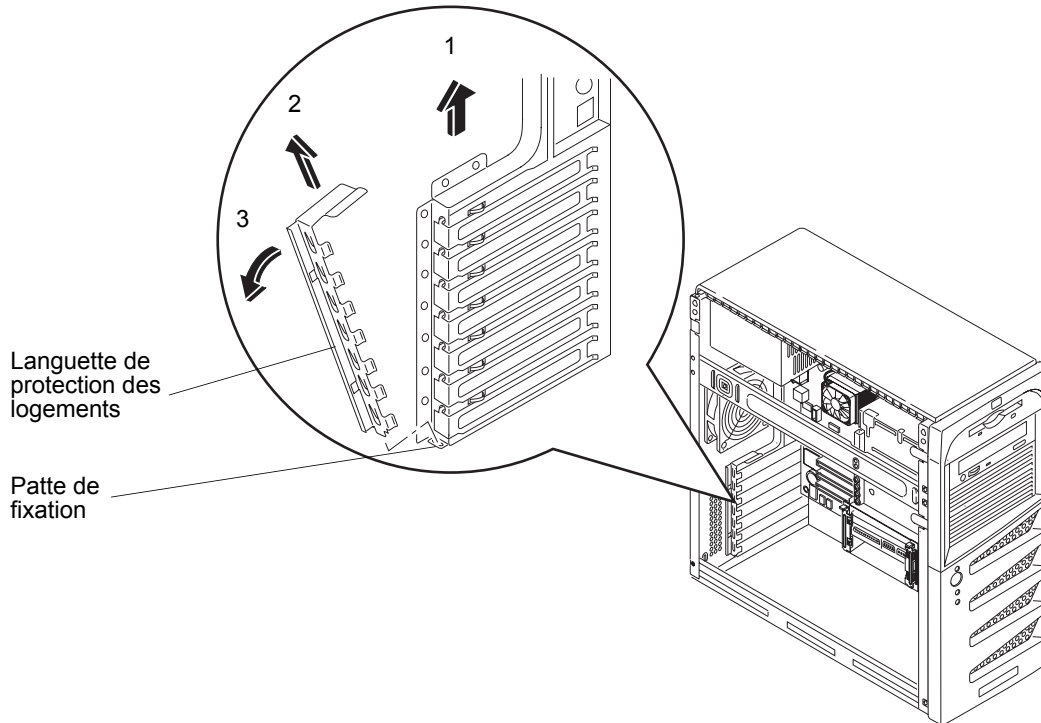

Figure 3-20. Retrait de la languette de protection des logements
- c. Sortez-la du châssis et conservez-la pour faciliter le remontage. Voir la *Figure 3-20* et la *Figure 3-21*.
- Pour remettre en place la languette de protection permettant de sécuriser l'accès à la carte d'extension, répétez les étapes illustrées à la Figure 3-20 dans l'ordre inverse.